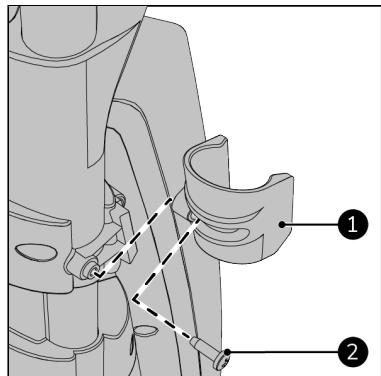

Figure 72.
1. Fixez le support du pistolet à jet (Figure 72, pos. 1) à la partie principale avec une vis ST4,8x16 (Figure 72, pos. 2).